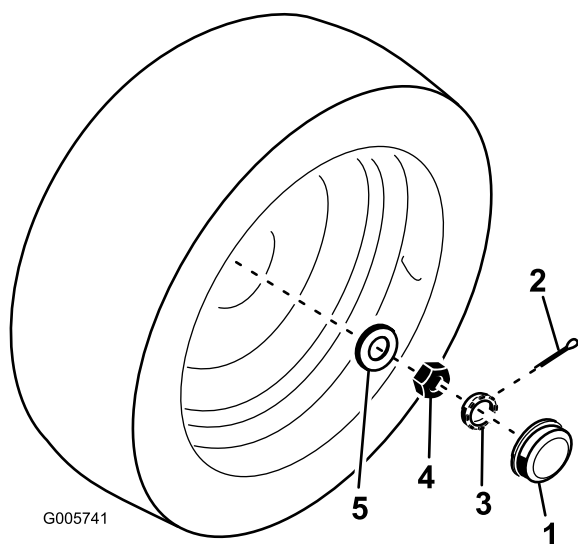

Figure 53
2. Retirez le capuchon antipoussière au bout de l'axe de roue. Enlevez aussi la goupille fendue qui fixe le dispositif de retenue (Figure 53).
3. Serrez l'écrou de blocage (Figure 53) à un couple d'environ 8,5 à 11,3 Nm avec une clé à main.